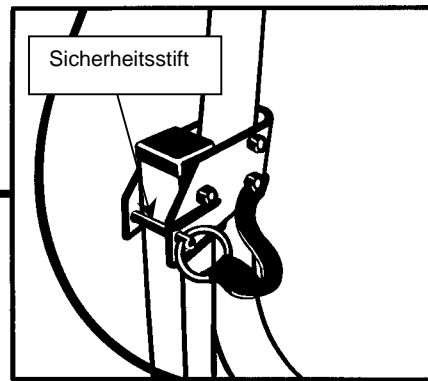

Abb. 2
3. Beide Sicherungsstifte (hängen an Bändern, die am Rahmen befestigt sind) durch beide Löcher der inneren Gelenke stecken und arretieren (siehe Abb. 2).